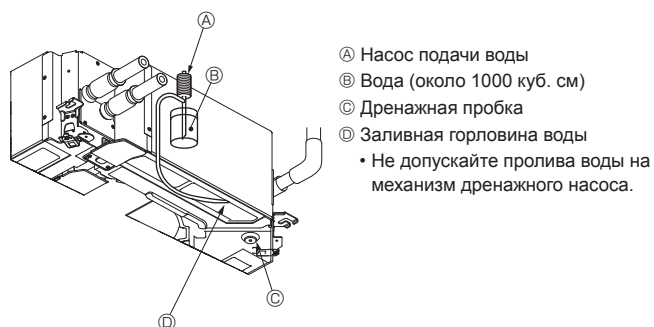

Fig. 7-5
7.4. Проверка дренажа (Fig. 7-5)